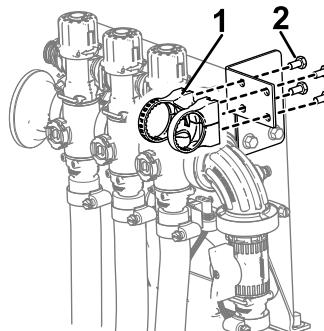

Bild 20
5. Montieren Sie die Regelventilbaugruppe mit vier Schrauben (M6) an der Regelventilhalterung, wie in Bild 20 dargestellt.